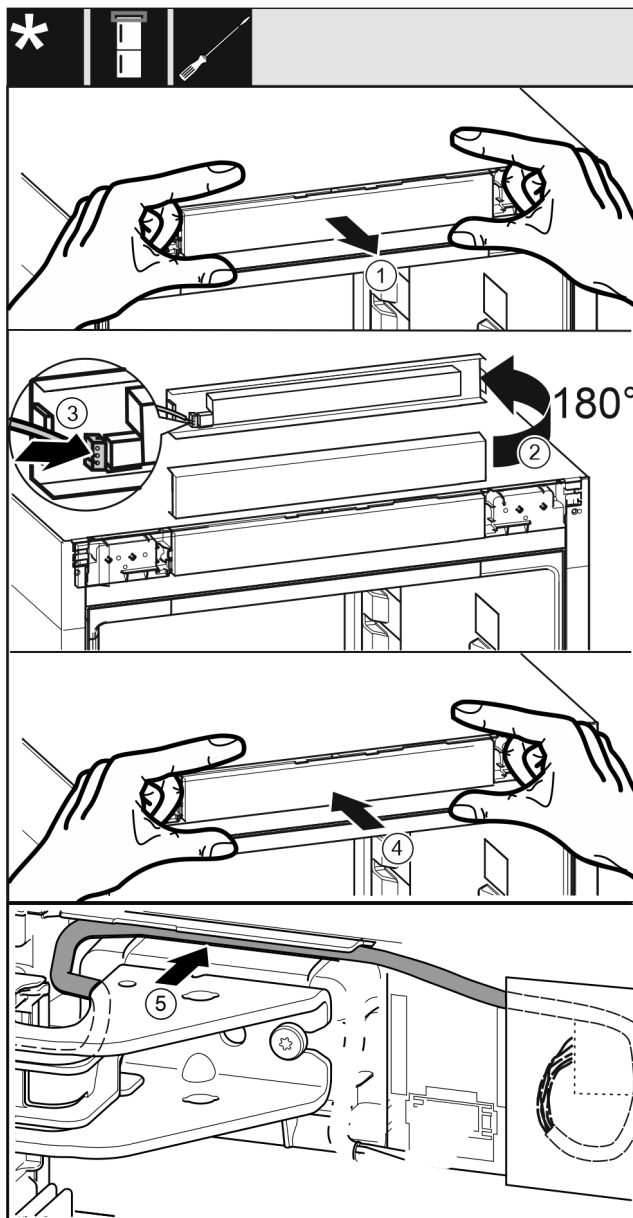

Fig. 43
- Ota käyttöpaneeli varovasti ulos. Fig. 43 (1)
- Käännä paneelia 180° ylöspäin. Fig. 43 (2)
- Anna käyttöpaneelin pistokkeen lukittua. Fig. 43 (3)
- Lukitse käyttöpaneeli taas laitteeseen. Fig. 43 (4)
- Aseta harmaa johto varovasti ylemmän laakeripukin päällä olevaan ohjaimeen. Fig. 43 (5)